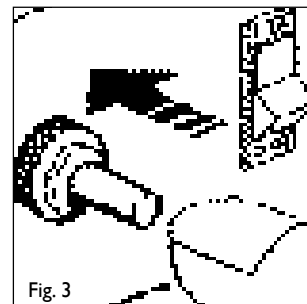

Fig. 3
- Carregar no botão da válvula de gás e várias vezes no do piezo-eléctrico até que o bico de gás se acenda. (Fig. 3 - 4)